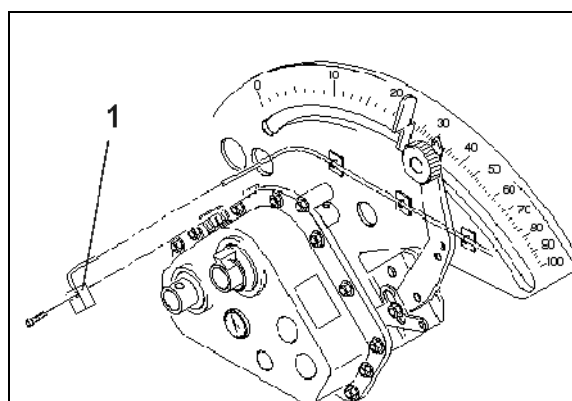

Fig. 8
1. Atornillar el sensor (Fig. 8/1) al tren de engranajes Vario.